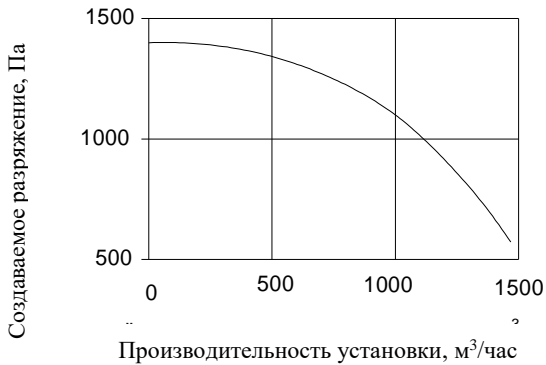

Рис. 4
- ж) рекомендуемая принципиальная электрическая схема, обеспечивающая такую блокировку, приведена на рис. 4;